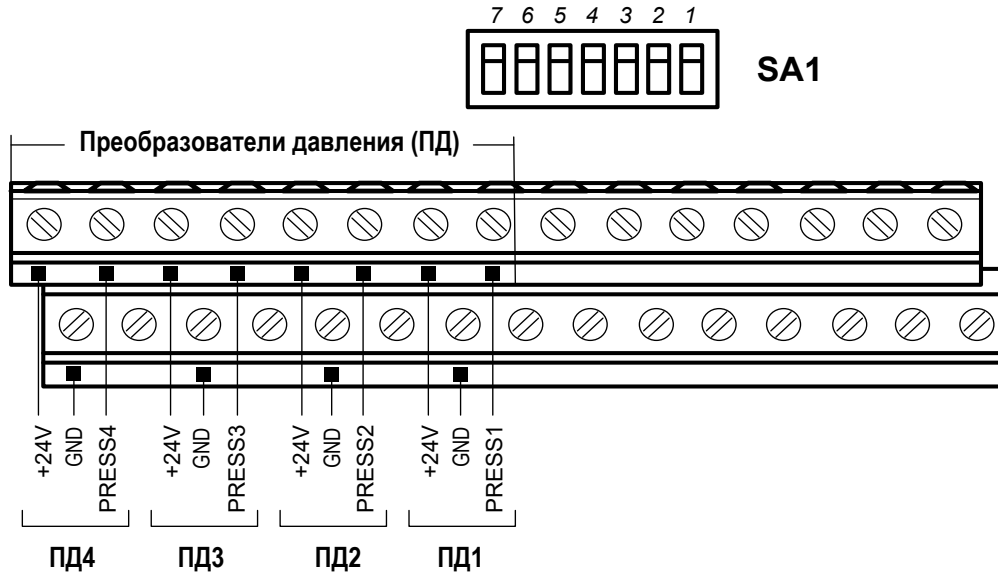

Рис.30. Обозначение коммутационных элементов подключения ПД.
7.5.5.1. Входы предназначены для подключения преобразователей давления, имеющих унифицированный токовый сигнал в диапазоне 4–20 мА. Обозначение коммутационных элементов для подключения ПД показано на рис.30.